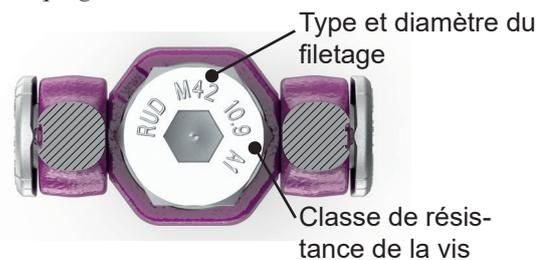
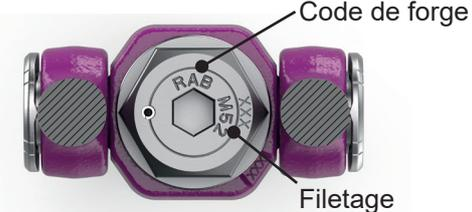
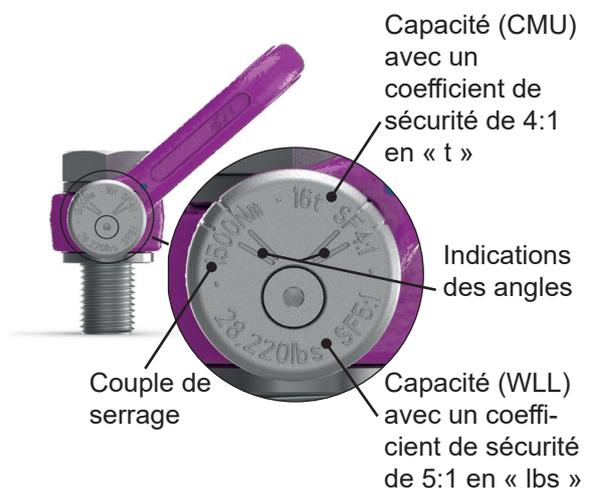

Fig. 2 : ACP M36-M48 ou 1 1/2"-2" - Indications sur la vis
Fig. 3 : ACP M52-M100 ou 2 1/2"-4" - Indications sur la tête de vis
Fig. 4 : ACP M36-M100 ou 1 1/2"-4" - Indications sur le disque latéral
- **M36-M100 bzw. 1 1/2"-4"** : Indications sur les disques latéraux et sur la tête de vis (cf. Fig. 2, Fig. 3 et Fig. 4).